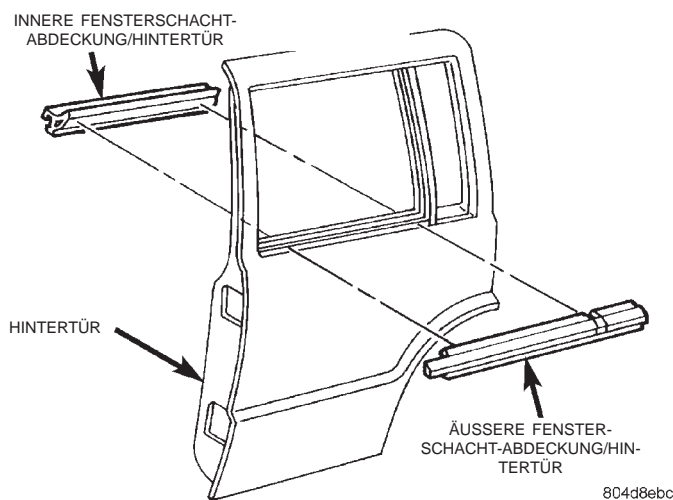

Abb. 34 Innere Fensterschacht-Abdeckung der Hintertür
- (1) Türverkleidung abbauen.
- (2) Mit einem Kunststoffhartstab vorsichtig die hintere innere Ecke der Fensterschacht-Abdeckung nach oben abhebeln.
- (3) Fensterschacht-Abdeckung nach oben vom Türflansch abziehen (Abb. 34).